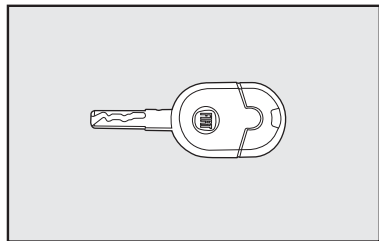

fig. 1
CHAVES - fig. 1
- Duas chaves **fig. 1**.
A chave de ignição possui predisposição para instalação de telecomando a distância **A-fig. 1**.